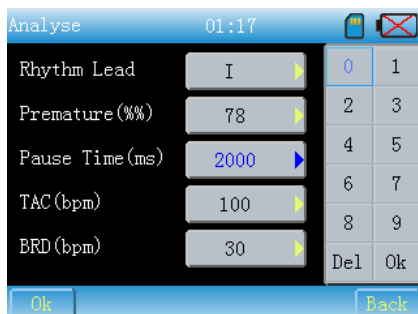

Fig. 7-22
(2) Pause Time (Tempo di pausa): premere pulsante di fronte alla voce per visualizzare l'interfaccia mostrata in Fig.7-22.